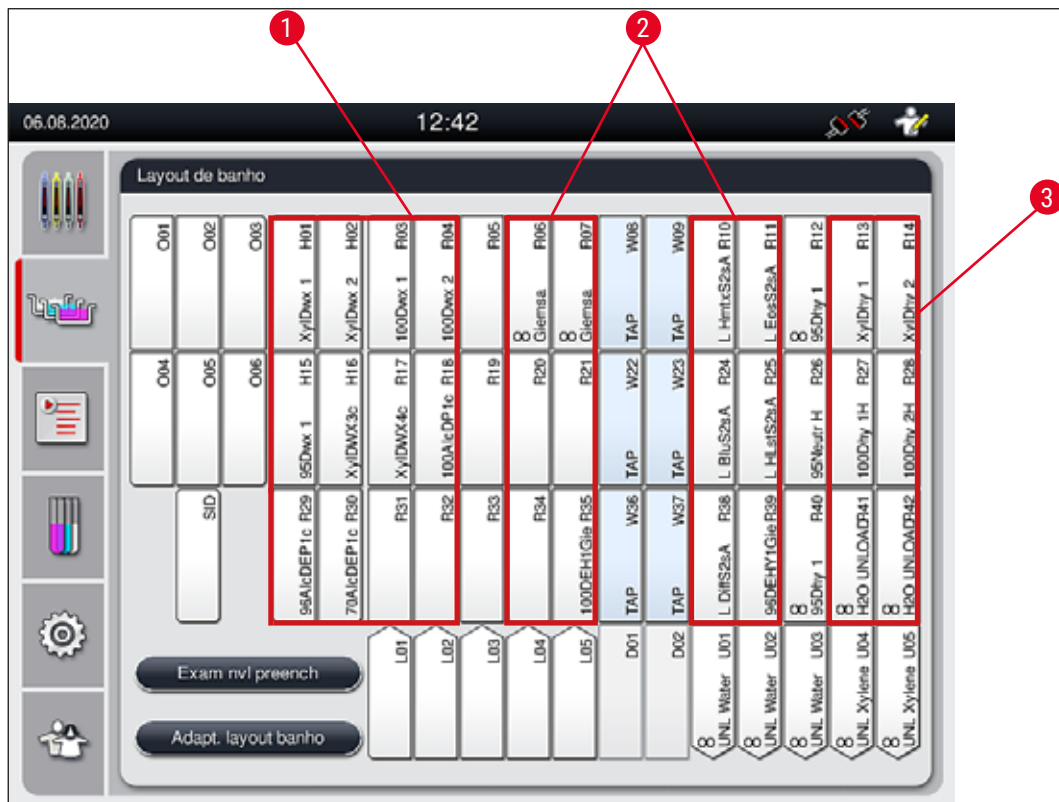

Fig. 40
- Os reagentes de coloração que requerem uma etapa subsequente de água de enxague são posicionados adjacentes aos recipientes de água de enxague (→ "Fig. 40").